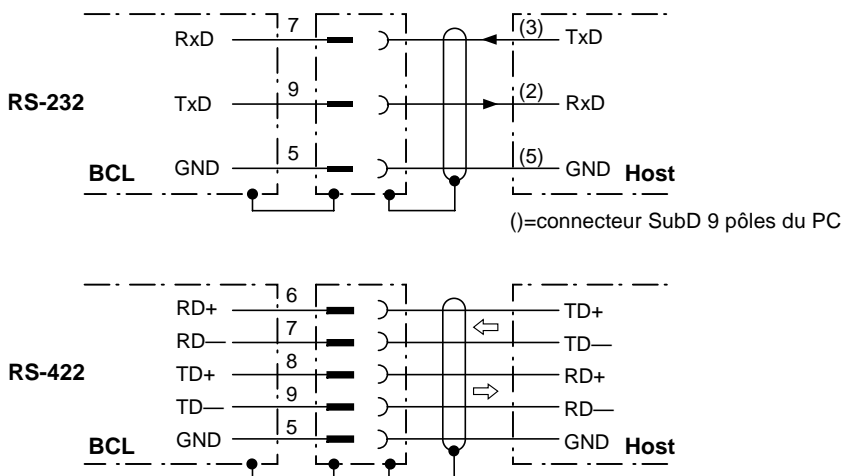

Figure 7.2 : Câblage de l'interface hôte
- Câbler correctement l'interface hôte selon la Figure 7.2.